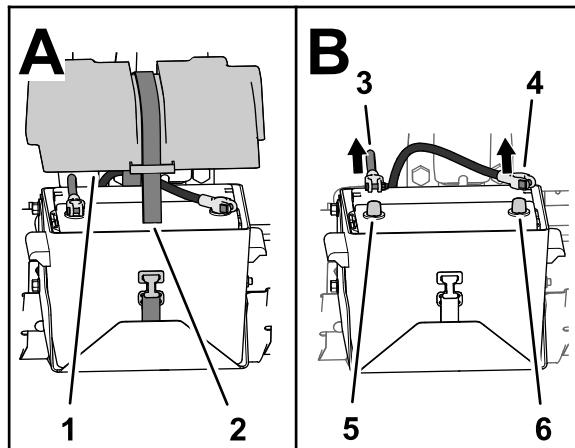

Figure 2
3. Déposez le couvercle de la batterie et débranchez le câble négatif (noir – masse) de la borne de batterie (Figure 2).
4. Débranchez le câble positif (rouge) de la borne de la batterie (Figure 2).